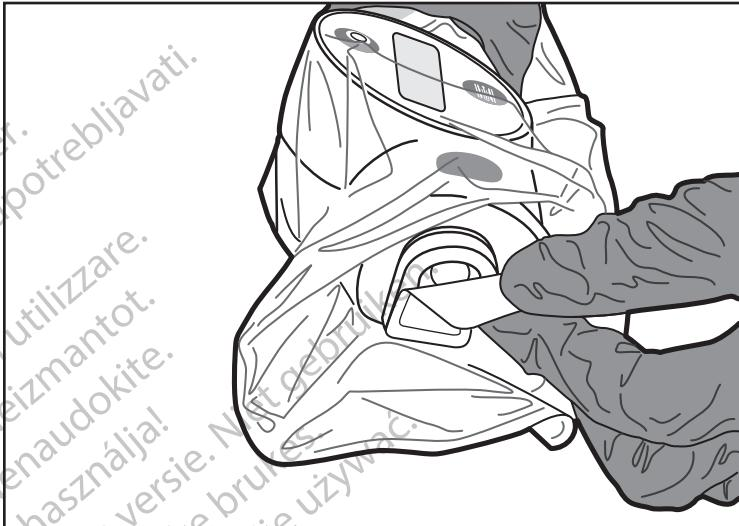

Figura 9. Remoção do autocolante
9. Quando estiver preparado para inserir o cateter compatível com a Unidade de Acionamento do Motor MDUS PLUS, retire o autocolante da placa dianteira e elimine-o adequadamente (Figura 9).